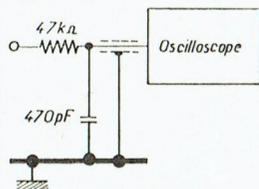

Fig. 2
- **Contrôle** : oscilloscope branché à la détection aux bornes de R21 suivant la figure 2.
- Brancher un oscilloscope à la détection suivant la figure 2.